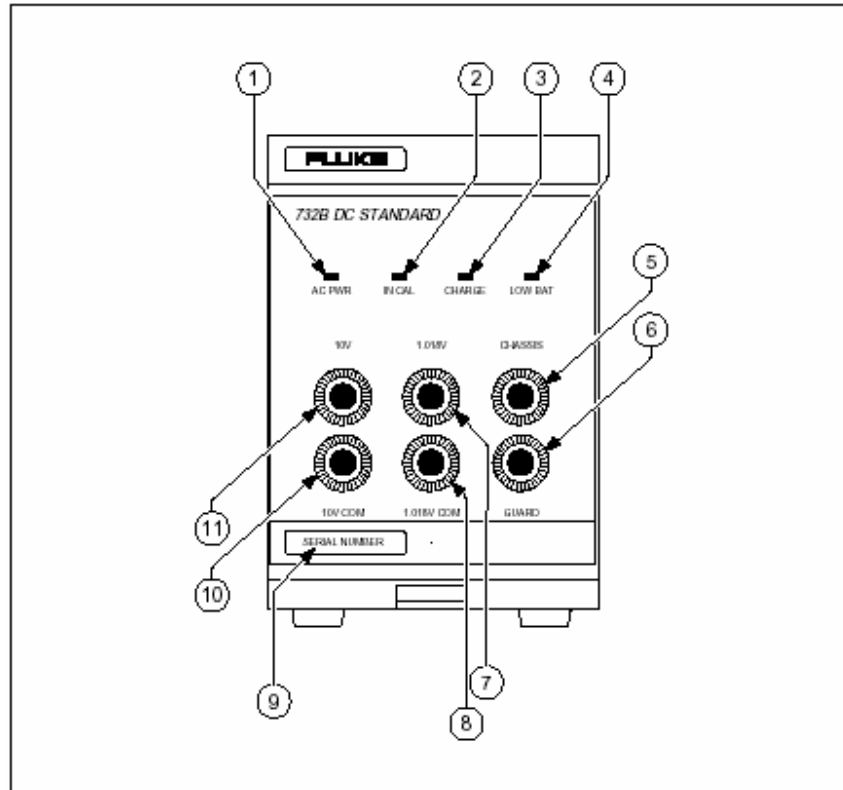

Рисунок 3-1. Особенности лицевой панели эталона 732B
Рисунок 3-1 показывает особенности лицевой панели эталона постоянного напряжения (DC) 732В. Эти особенности описаны в Таблице 3-1.